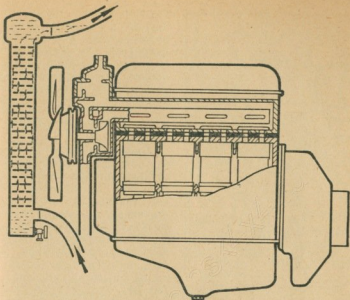

Рис. 32. Промывка радиатора
3. Промыть радиатор горячей водой в направлении, обратном циркуляции воды в двигателе в течение 30—40 минут под напором $0,5 \text{ кг/см}^2$ (рис. 32).